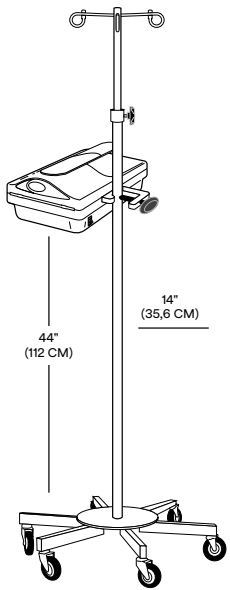

Figura 3
1. Fije la unidad de calentamiento de sangre/fluidos Ranger al portasueros. Apriete la abrazadera del portasueros con firmeza (vea la figura 3).